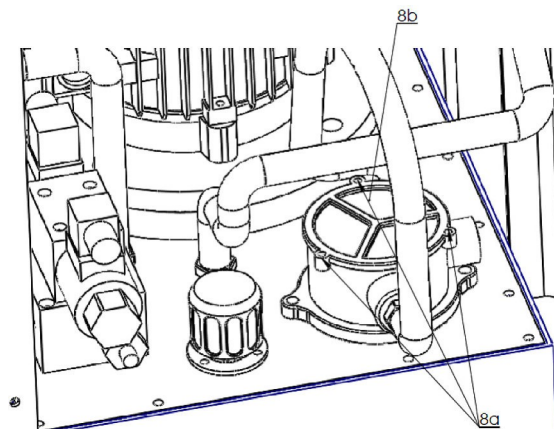

Fig. 27 : Remplacer le filtre à huile
Étape 3 : Desserrez les 3 vis du boîtier du filtre à huile (Pos.8a, Fig.27). Étape
4 : Retirez le couvercle du filtre (Pos.8b, Fig.27).